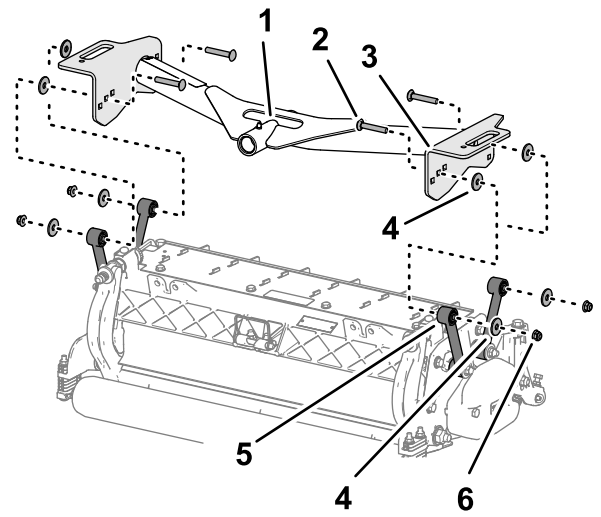

図 17
1. 前キャリアフレームのプレート穴を、カuttingユニットの取り付けプレートの穴に合わせる 図 17。
2. ワッシャをキャリアプレートとリンクの間に合わせ 図 17、プレートとスペーサを仮止めするキャリッジボルト $\frac{3}{8} \times 2\frac{1}{4}$ "、ワッシャ、フランジロックナット $\frac{3}{8}$ "を使用する。